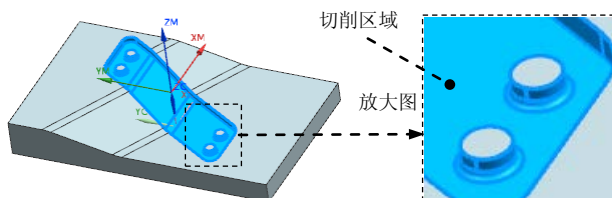

图 14.15 选取切削区域
Step2. 选取图 14.15 所示的面为切削区域 (共 25 个面), 在“切削区域”对话框中单击 **确定** 按钮, 完成切削区域的创建, 同时系统返回到“轮廓区域”对话框。